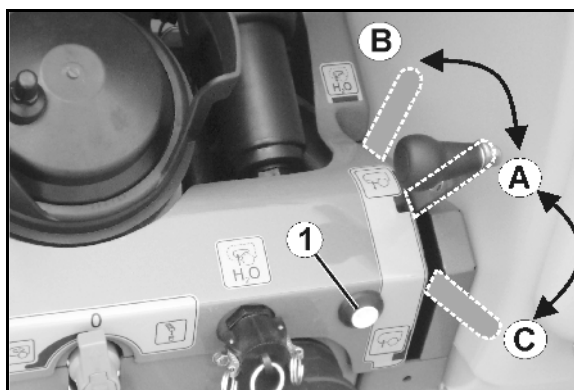

Bild 73
- Fjärrstyrd omställning från sprutposition (Bild 73/A) till spolposition (Bild 73/B).
Omkoppling från påfyllningsposition (Bild 73/C) till sprutposition (Bild 73/A) med användarterminal eller manöverfältet (Bild 73/1).